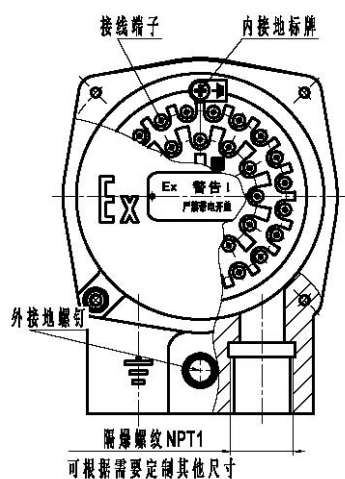

图 4
- ◆ 接线腔下面的两个电缆进线口尺寸可以根据用户需要加工成 NPT1 或者其他尺寸规格，分别用于控制电缆、动力电缆及内接地线，如图 4 所示。引入的电缆防爆填料函与电动装置的进线口螺纹规格要一致，并通过防爆认证，或电缆引入后与接线盒体用可固化的粘胶永久密闭的粘接在一起。